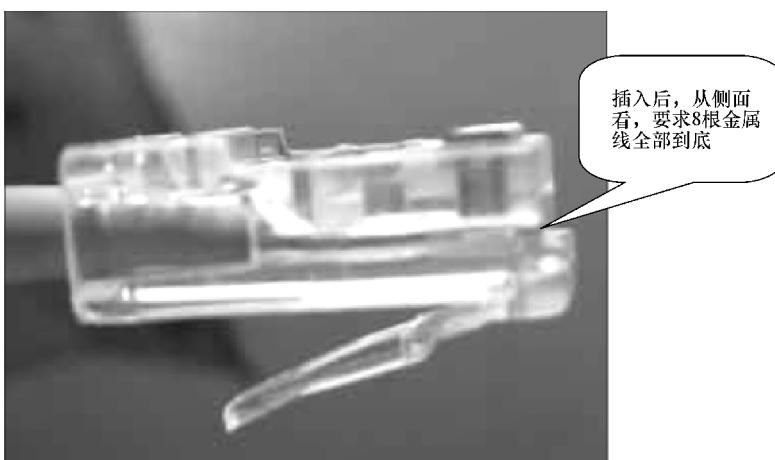

图4-73 将线芯头插入水晶头底部
6) 把剪好的线芯对准水晶头的插孔插入水晶头，在插入的时候注意水晶头的方向，不要将水晶头拿反，而且一定要将线芯头插入水晶头底部，如图4-73所示。